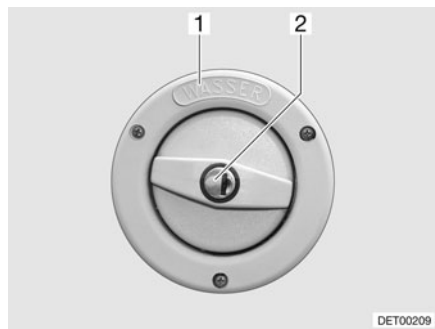
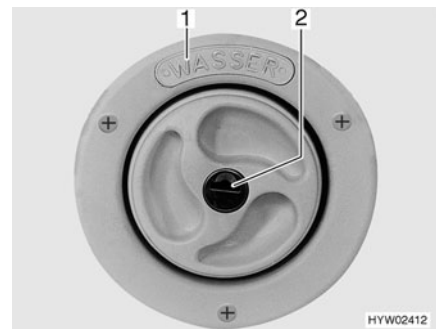

Fig. 193 Couvercle de fermeture du bec de remplissage d'eau fraîche
Fig. 194 Couvercle de fermeture du bec de remplissage d'eau fraîche (alternative)
Le bec de remplissage d'eau fraîche est désigné par l'inscription "WASSER" (eau) (Fig. 193,1 ou Fig. 194,1). Le couvercle de fermeture est ouvert et verrouillé à l'aide de la clé pour les serrures extérieures.
- Insérer la clé dans le barillet (Fig. 193,2 ou Fig. 194,2) et la tourner d'un quart de tour dans le sens inverse des aiguilles d'une montre.
- Ouvrir le bec de remplissage d'eau fraîche (Fig. 193).